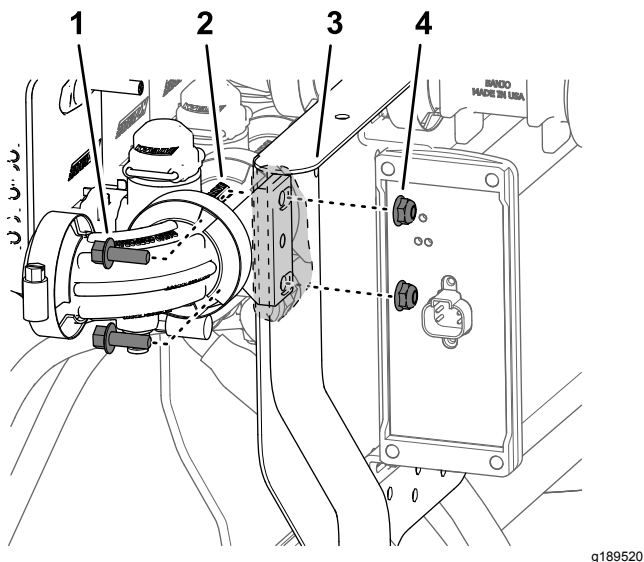

Figura 66
3. Montate la valvola dell'ugello 10 sul supporto della valvola (Figura 66) con i 2 bulloni a testa flangiata ($\frac{1}{4}$ " x $\frac{3}{4}$ ") e i 2 dadi di bloccaggio flangiati ($\frac{1}{4}$ ") che avete rimosso al passaggio 2 di Smontaggio delle valvole di sezione delle barre dal supporto del collettore \(pagina 28\).